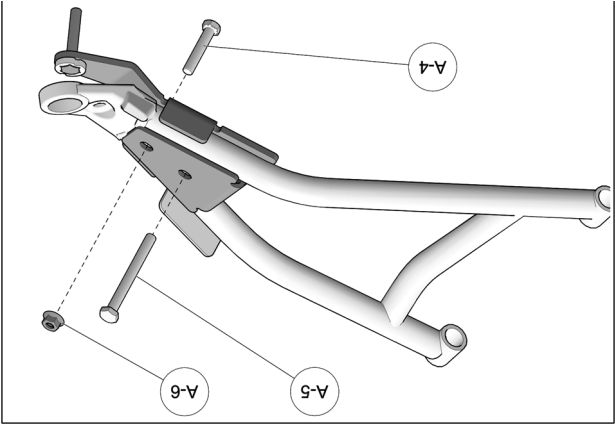

Fig. 16
6. Insérer le boulon M10x55 mm (A4) par le dessous et le boulon M10x100 mm (A5) par le dessus. Assembler temporairement les deux parties avec seulement l'écrou (A6) qui est vissé sur le boulon M10x55 mm. Serrer l'écrou à un couple de 50 N•m [37 lb•pi]. Voir la Fig. 16